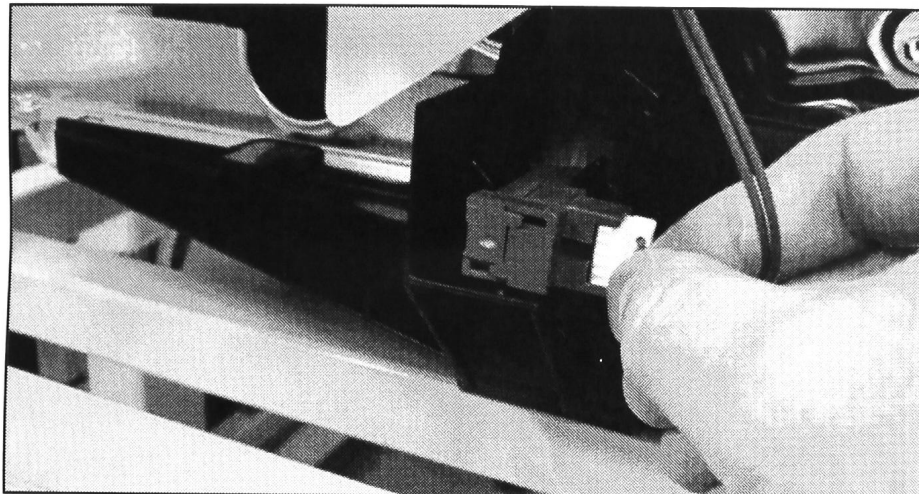

FIGURE 1
- 2) **Appareil avec programme Turbozone** - Dans ce cas, raccorder le câblage additionnel au dispositif de manœuvre Turbozone. Voir la Figure 1.